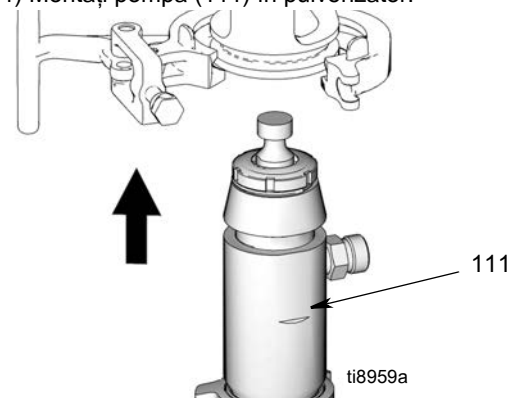

FIG. 21
2. (Fig. 21) Montați pompa (111) în pulverizator.